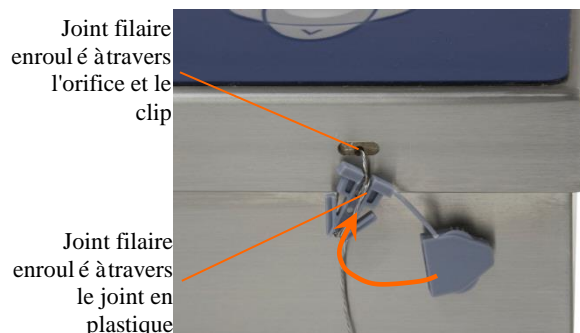

Figure 1-13: Joint enroulé et prêt à la fermeture
Pour des détails sur l'apposition du sceau sur le terminal T72XW, reportez-vous à la Figure 1-13 et suivez ces étapes :
3. Enroulez l'extrémité du câble à travers l'orifice dans le joint en plastique (comme sur la figure 1-13), éliminez le mou sur le câble et refermez le joint.